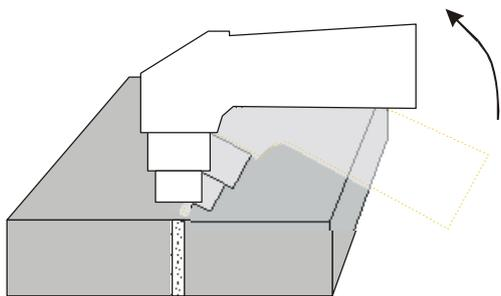

Fig. 6
4. Se ce la possibilità, raccomandiamo iniziare il taglio sul bordo del materiale. In caso del taglio di un'apertura o dobbiamo comunque iniziare il taglio dal centro del materiale, bisogna inclinare leggermente la testa del cannello e gradualmente la raddrizziamo in posizione verticale in modo tale da evitare intasamento dell'ugello dal materiale spruzzante (vedi fig. 6) Questo procedimento di lavoro deve essere sempre rispettata nel caso in cui lo spessore del materiale tagliato supera lo spessore di 3 mm.